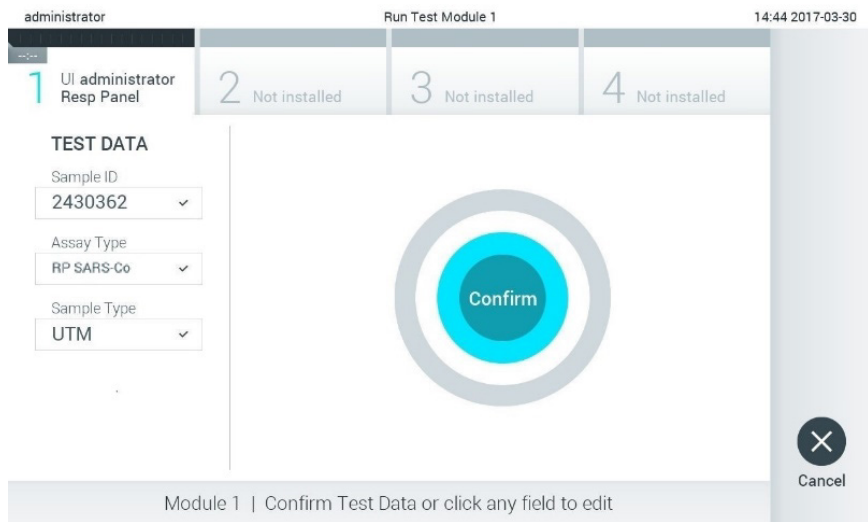

图 47.确认输入数据。
10. 显示的数据全部正确时，请按下 **Confirm**（确认）。如果需要，请选择相应的字段来编辑其内容，或按下 **Cancel**（取消）来取消测试（图 47）。